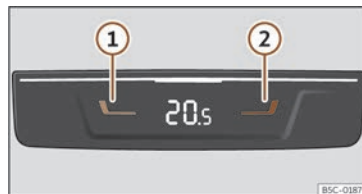

Fig. 133 À l'arrière la console centrale : commandes pour la banquette arrière.
- Appuyez sur les touches ① et ② >>> **fig. 133** pour régler la température de la zone arrière.